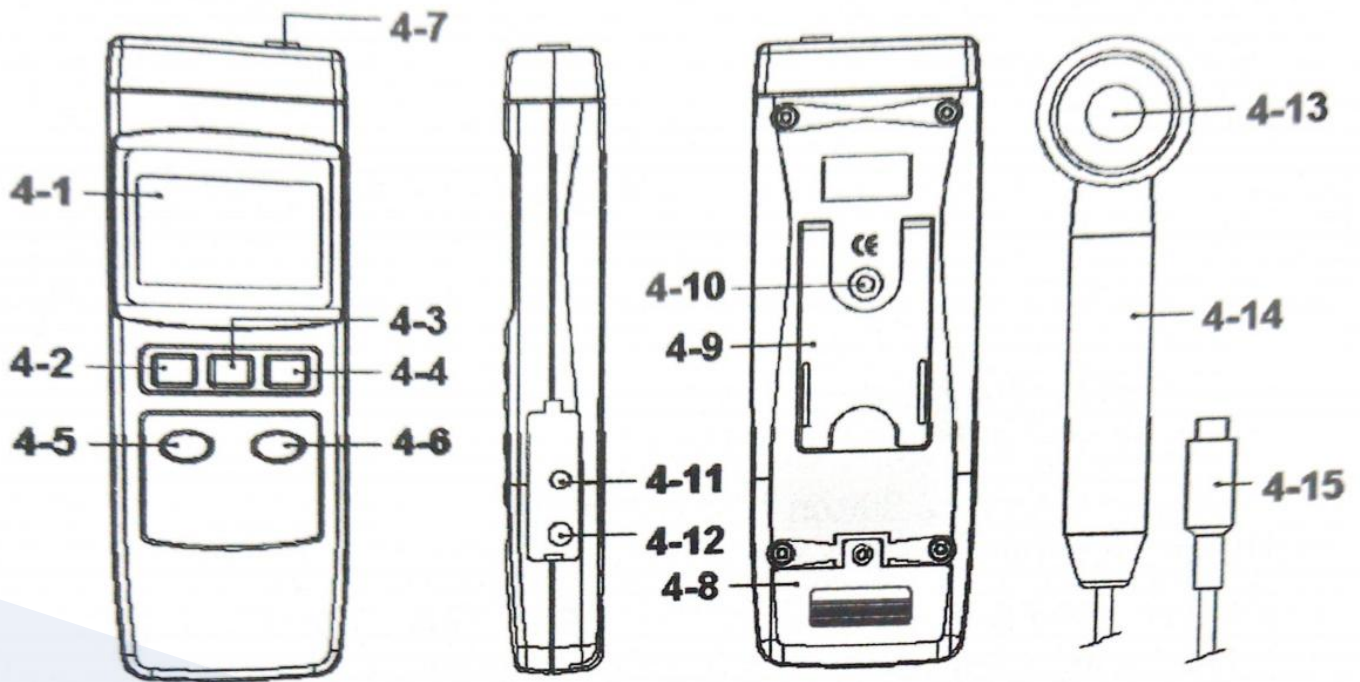

Fig. 1
1) Conecte el "Enchufe de la sonda" (4-15, Fig. 1) al "Toma de entrada" (4-7, Fig. 1)
2) Encienda presionando el "Botón de encendido" (4-2, Fig. 1).
\*Después de encenderlo, si presiona el botón de encendido (4-2, Fig. 1) una vez más, se apagará el medidor.
a. Seleccione el rango " 2 mW/cm2" presionando el botón "2 mW/cm2" (4-5, Fig. 1).
b. Seleccione el rango "20 mW/cm2" presionando el botón "20 mW/cm2" (4-6, Fig. 1).
4) Use la mano para sostener el "mango de la sonda UV" (4-14, Fig. 1) y oriente el "sensor UV" (4-13, Fig. 1) hacia el midiéndolo la luz UV en el lado opuesto, la pantalla (4-1, Fig. 1) mostrará los valores de luz exactamente.
Durante la medición, al presionar el botón "Hold" (4-3, Fig. 1) se congelará el valor de la pantalla, al mismo tiempo, la pantalla LCD mostrará el indicador "HOLD". Para liberar la función de retención de datos, simplemente presione el "botón de retención" nuevamente, luego el indicador "HOLD" desaparecerá y cancelará la función de retención de datos.
\*La función de registro de datos registra el máximo y lecturas mínimas. Presione el "Botón REC" (4-4, Fig.1) una vez para iniciar la función de registro de datos y allí será un "REC." símbolo en la pantalla.
a) Presione el "Botón REC" (4-4, Fig. 1) una vez, el
Si desea eliminar el valor máximo, simplemente presione el botón "Hold" (4-3, Fig. 1) una vez, luego la pantalla mostrará "REC" solo el símbolo y ejecuta la función de memoria continuamente.
b) Presione el "Botón REC" (4-4, Fig. 1) nuevamente, el botón "REC. MIN." El símbolo junto con el valor mínimo aparecerá en la pantalla.
Si desea eliminar el valor mínimo, simplemente presione el "botón de retención" (4-3, Fig. 1) una vez, luego
Cubra (en blanco) el sensor UV "(4-13, Fig. 1), presionando el botón Zero /Botón 2 mW/cm2 "(4-5, Fig. 1) de forma continua durante al menos 3 segundos, la pantalla LCD llegará a cero valores.
El botón Cero (4-5, Fig. 1) solo se puede operar con el valor de visualización  $\leq 0,1 \text{ mW/cm}^2$ .
El instrumento tiene interfaz serie RS232 PC a través de un terminal de 3,5 mm (4-11, Fig. 1).
- 2) Abra la "Tapa de la batería" (4-8, Fig. 1) lejos del instrumento y retire la batería.